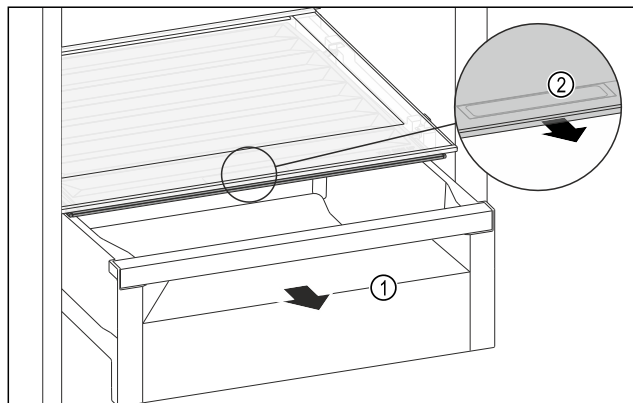

Fig. 124
- ▶ Schubfach Fig. 124 (1) herausziehen.
- ▶ Griffmulde Fig. 124 (2) am Fachdeckel anfassen und Fachdeckel gleichzeitig nach vorne ziehen.